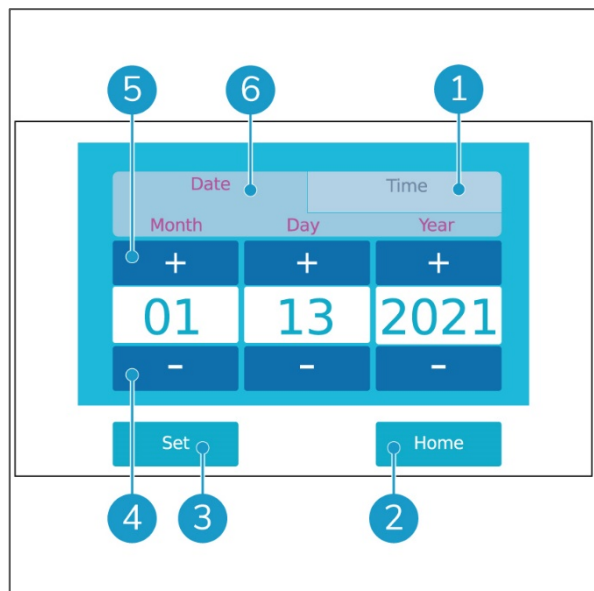

Figure 21
2. La date et l'heure s'affichent (Figure 21).
L'heure : touchez l'onglet Time (Figure 21, position 1) ;
La date : touchez l'onglet Date (Figure 21, position 6).
4. Utilisez les boutons plus (Figure 21, position 5) et moins (Figure 21, position 4) pour régler la date et l'heure selon vos besoins.
5. Touchez le bouton Set (Figure 21, position 3) pour confirmer la nouvelle date ou heure.
6. Touchez le bouton Home (Figure 21, position 2) pour revenir à l'écran principal.